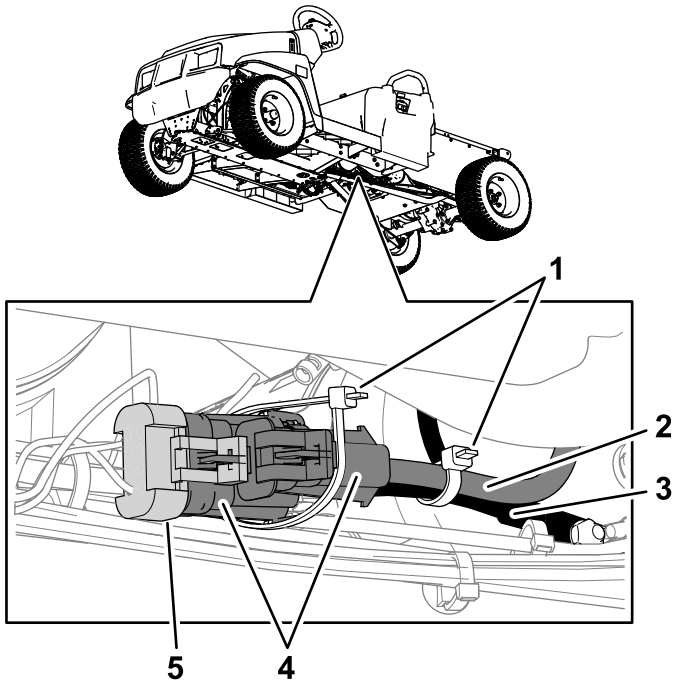

Figure 14
1. Branchez le faisceau de la machine au faisceau du moteur (Figure 14).
2. Avec un attache-câble, fixez ensemble les 2 connecteurs du faisceau du moteur. Utilisez ensuite l'autre attache-câble pour fixer le faisceau du moteur au câble de masse (noir) de la batterie (Figure 14).